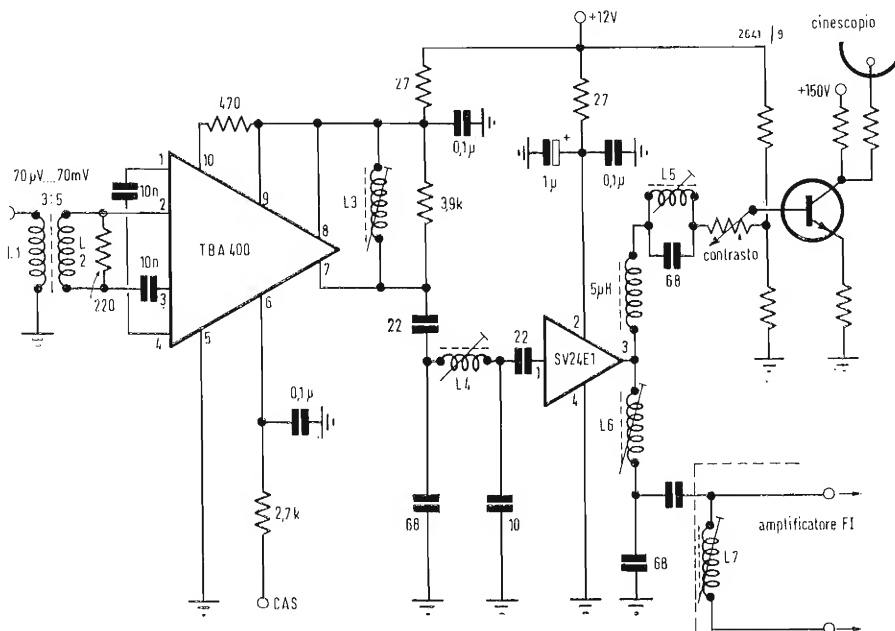

Fig. 6 - Progetto di circuito per un amplificatore a FI video e con demodulatore.
3. - CARATTERISTICHE TECNICHE DEL CIRCUITO SECONDO LA FIG. 6